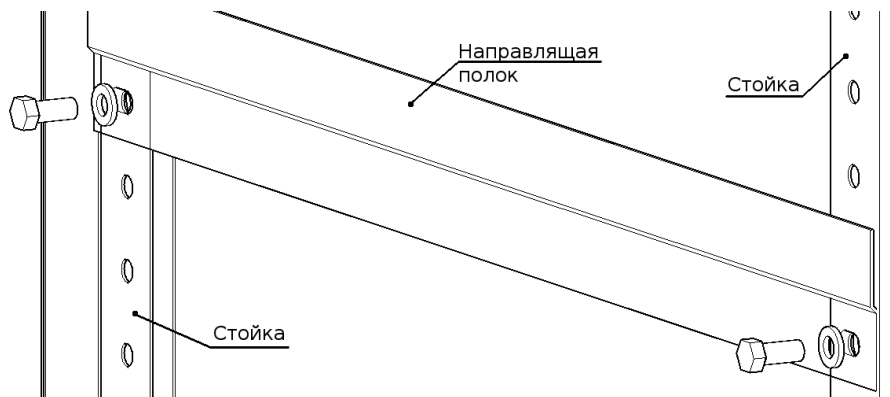

Рис. 4. Установка направляющая полок.
4. Приверните на необходимой вам высоте направляющие полок к стойкам (рис. 4.).